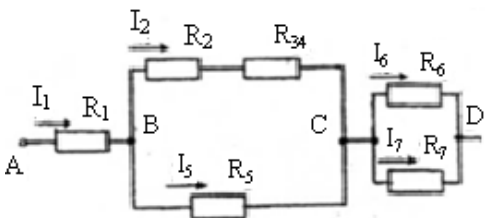
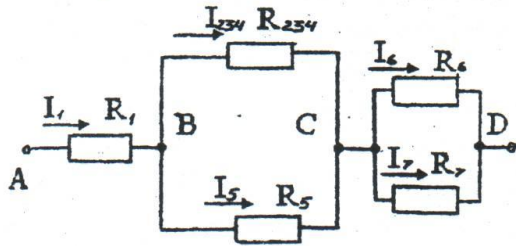

Рисунок 6 - Электрическая схема
Рисунок 7 - Электрическая схема
2. Резисторы  $R_2$  и  $R_{34}$  (см. рис. 6) соединены последовательно, их общее сопротивление  $R_{2-4} = R_2 + R_{34} = 20 + 40 = 60 \text{ Ом}$ . Соответствующая схема приведена на рис. 7
По ходу решения задачи можно проверять правильность ее решения. Так, на основании третьего свойства последовательного соединения следует, что  $U = U_{AD} = U_{AB} + U_{BC} + U_{CD} = 70 + 120 + 60 = 250 \text{ В}$ , что соответствует заданному напряжению. Зная напряжения на участках ВС и СД, определим токи в ветвях (см рис. 7)
На основании второго свойства параллельного соединения можно убедиться на этом этапе в правильности решения задачи, применив первый закон Кирхгофа Из схемы (рис. 7) следует, что:  $I = I_1 = I_{2-4} + I_5$  и  $I = I_1 = I_6 + I_7$
Это можно сделать двумя способами: на основании закона Ома  $U_2 = I_2 \times R_2 = 2 \cdot 20 = 40 \text{ В}$  или на основании третьего свойства последовательного соединения. На участке ВС верхняя ветвь представляет собой последовательное соединение резисторов  $R_2$  и  $R_{34}$  (см рис. 6), поэтому  $U_{BC} = U_2 + U_{34}$ , отсюда  $U_2 = U_{BC} - U_{34} = 120 - 80 = 40 \text{ В}$ . Переходим к определению мощности, потребляемой цепью и каждым резистором в отдельности.